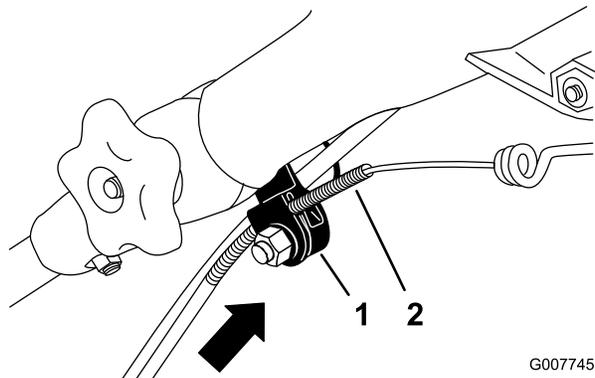

Figure 45
**Remarque:** Vous pouvez placer une règle graduée contre la face supérieure du support de câble noir et mesurer le déplacement de l'extrémité supérieure de la gaine (Figure 45).